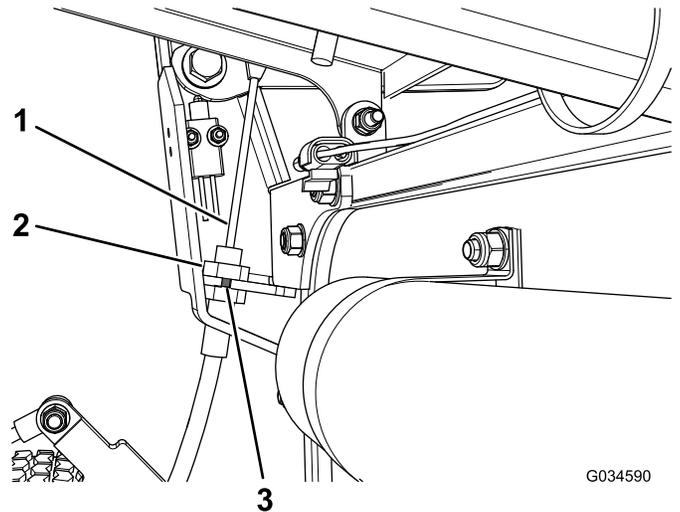

图2
4. 卸下将拉线固定到刹车杆支架的螺纹接头的上螺母（图2）。
5. 向下滑动拉线套管，让拉线穿过支架中的槽（图2）。
- 卸下靠近手刹操纵杆的接头的上螺母（图2）。
- 让拉线穿过手刹支架中的槽，并将接头向上滑入到位（图2）。
- 安装并拧紧接头的上螺母，将接头固定到支架上（图2）。